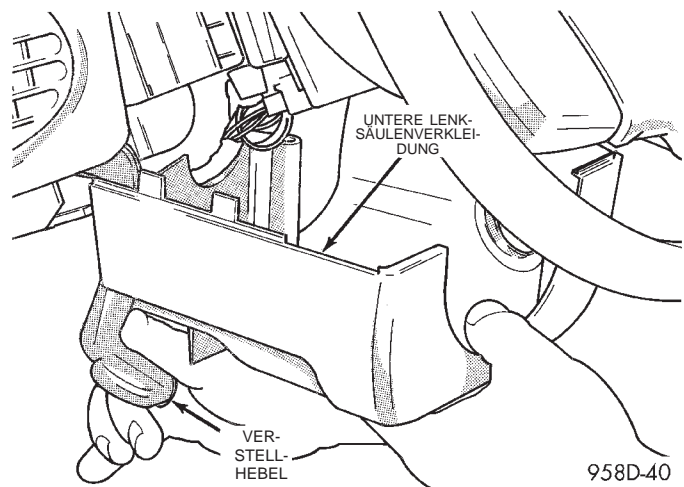
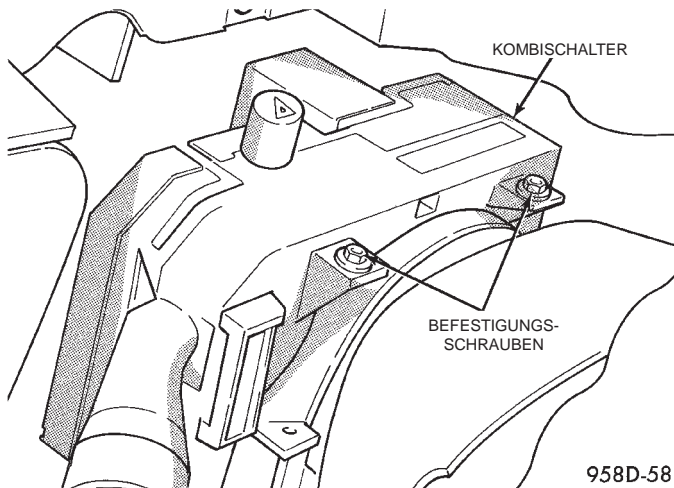

Abb. 60 Untere Lenksäulenverkleidung abbauen
Abb. 61 Kombischalter aus- und einbauen
(9) Verstellhebel der Lenksäule nach unten drücken und gedrückt halten. Untere Lenksäulenverkleidung nach vorn schieben und abnehmen (Abb. 60).
(10) Lenkrad in die unterste Stellung bringen und die obere Lenksäulenverkleidung abbauen.
(11) Die Schrauben lösen, mit denen der Kombischalter am Gehäuse des Schließzylinders befestigt ist (Abb. 61).